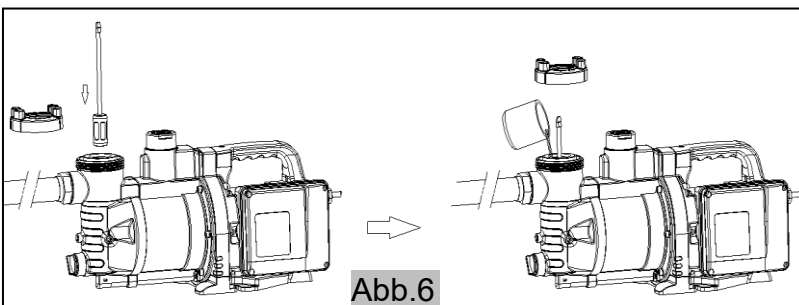

Abb.6
2. Platzieren Sie einen mind. 20 cm langen Stab (bspw. einen Zollstock) in der Mitte des Filters und drücken Sie ihn leicht nach unten, um das integrierte Rückschlagventil zu öffnen. Befüllen Sie das Filtergehäuse bei gedrücktem Rückschlagventil bis zum oberen Rand (Abb.6).